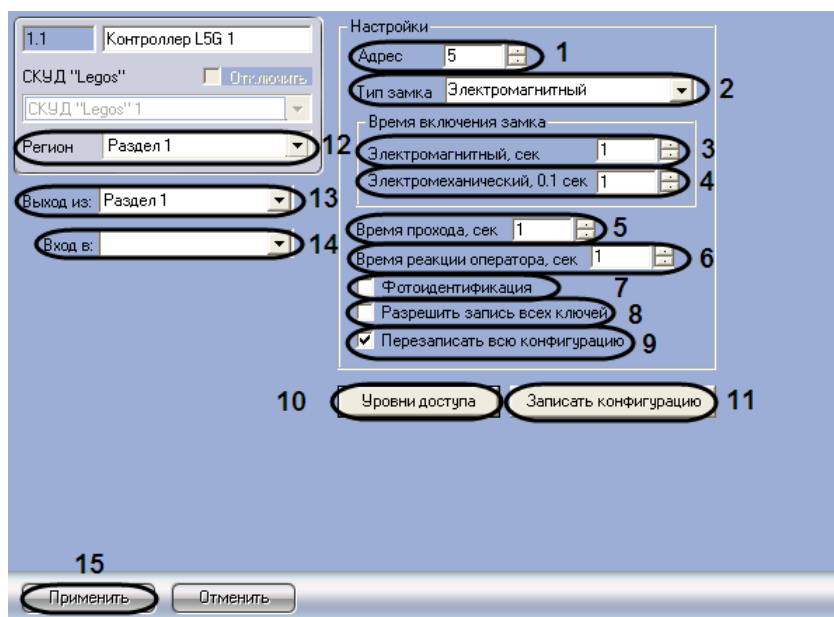

Рис. 3.3—28 Панель настройки объекта Контроллер L5G
2. В поле **Адрес** ввести с помощью кнопок **вверх-вниз** адрес контроллера L5G в десятичной системе счисления (см. Рис. 3.3—28, 1).
3. Из раскрывающегося списка **Тип замка** выбрать тип используемого замка – электромагнитный или электромеханический (см. Рис. 3.3—28, 2).